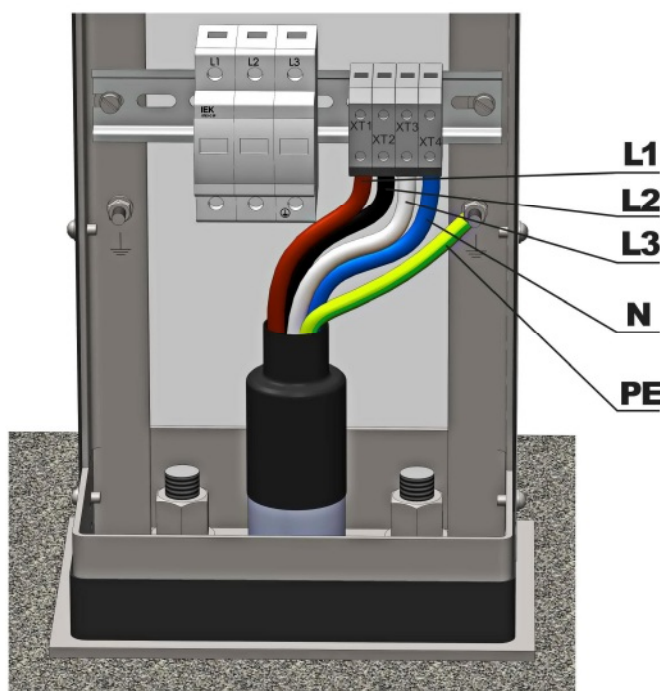

Рисунок 8 – Подключение станций к сети энергоснабжения
– наконечник закрепить на резьбовой шпильке М6 (см. рис. 8) с помощью гайки, плоской и гроверной шайб. Гайка и шайбы находятся на шпильке. Усилие затяжки гайки должно быть в пределах от 3 до 4 Нм;